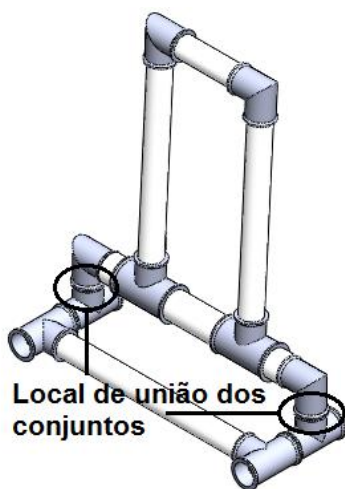

Figura 24. Montagem dos módulos – Módulo 4 – Passo 8
- Passo 8: Junte o conjunto montado no passo 7 com o conjunto montado no passo 4, como mostrado na figura 24 (1 unidade);